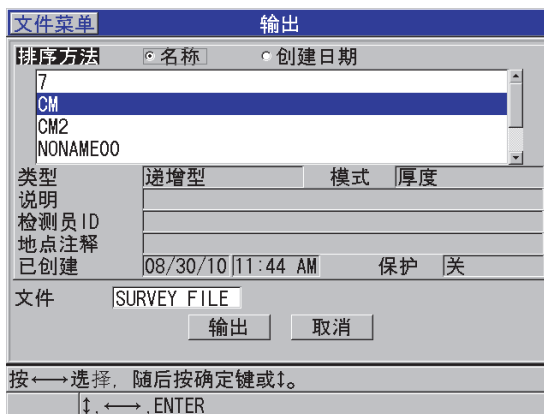

图 14-8 输出屏幕
5. 在**输出**屏幕中（参见第 256 页的图 14-8）：